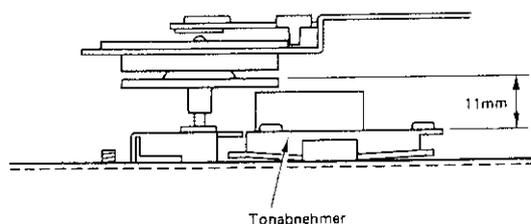

Abb. 9
- 2) Darauf achten, daß der Abstand von der Oberseite des Plattentellers bis zur Oberkante des eingebauten Tonabnehmers $11 \pm 0,2$ mm beträgt (Abb. 9).